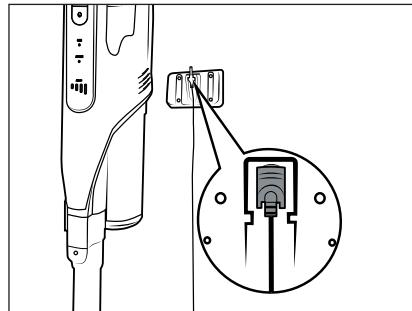

Fig. 6
- ◆ Sæt støvsugeren i vægholderen **18** ovenfra, så hulstikket **11** går ind i ladestikket **3** på undersiden af produktet. Batteriindikatoren **26** begynder at blinke, og opladningen starter (se fig. 6 og 7).